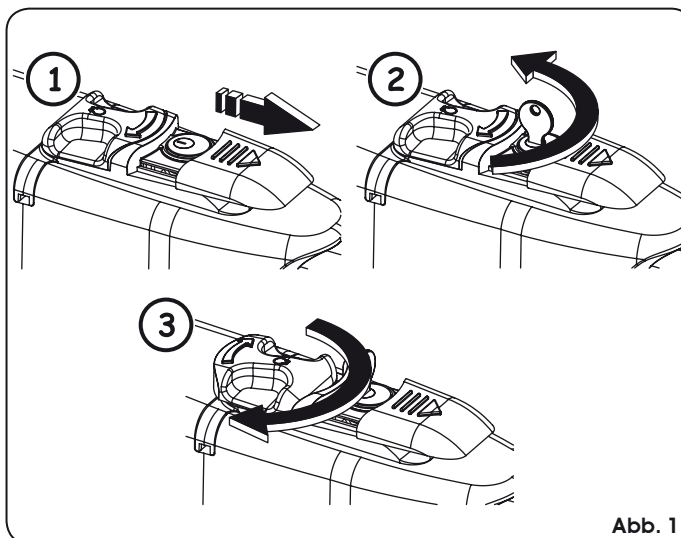

Abb. 1
2. Die Schutzhaube – Abb. 1/1 – gleiten lassen.
3. Den Schlüssel einstecken und um 90° drehen, Abb.1/2.
4. Zur Freigabe des Antriebs den Bedienhebel um 180° in Richtung des auf dem Freigabesystem angegebenen Pfeils drehen, Abb. 1/3.